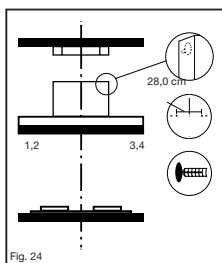

Fig. 24
- Ubique la campana en la pared y encaje el ducto decorativo inferior en la campana, marque la altura de los ojos de llave del ducto, retire la campana y el ducto. Basado en las marcas y en la línea de centro marque dos centros para perforación a una distancia de 28.0 cm entre centros, (27 cm para los modelos 4964 / 4974) perforo, coloque chazos de 5/16" y coloque ligeramente los tornillos autorroscantes de cabeza cilíndrica zincada de 19 cm de largo, Ver fig. 24.
\*Nota: Se debe colocar todos los tornillos para evitar pandeos. La desviación máxima entre los puntos 1, 2, 3, 4 con respecto al mesón debe ser 5 mm. Ver fig. 24.